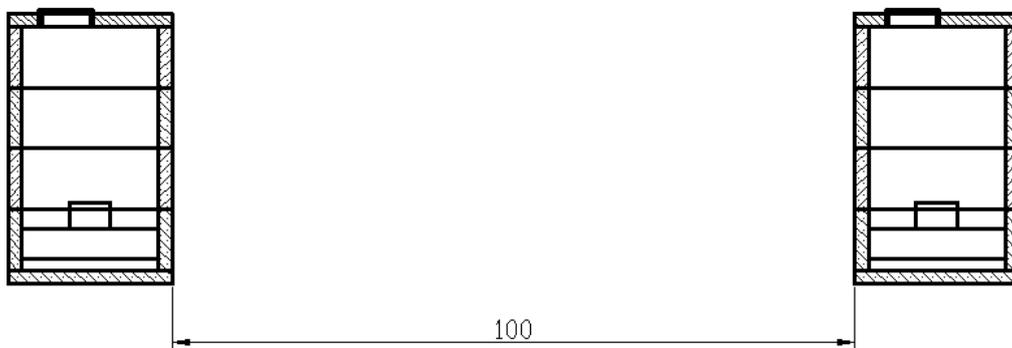

Рис. 7.37. Вставка фрагмента чертежа в виде блока
8. Выполните вставку блока **Блок1** так, чтобы он располагался на расстоянии 100 мм (в масштабе 1:1) от ранее построенного элемента чертежа (Рис.7.37).